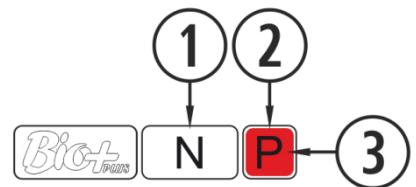

Figure 4
Pour réaliser l'allumage il faut presser la touche ③ (bouton marche - arrêt) du panneau de commandes. Le voyant ③ de la Figure 4 changera de couleur, au fur et à mesure que le poêle passe par les différentes phases d'allumage.
Cette icône est accompagnée de la signalisation du message de sécurité Axxx, voir figure 4 point ③. Il peut indiquer une erreur de détecteurs ou des moteurs de la poêle. Voir le tableau ci-dessous.